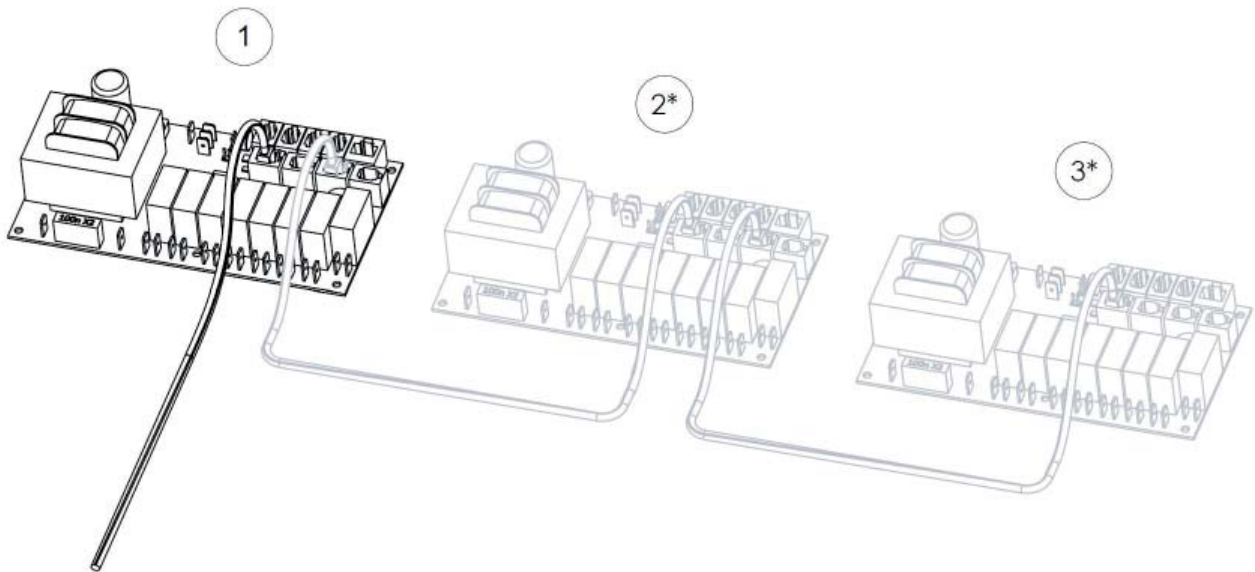

Fig. 16
För anslutning mellan generatorerna används en lågströmskabel (4-ledare) med en RJ10 kontakt, (Fig. 16.)
Om en ånggenerator behöver service kan de andra upprätthålla drift. En generator som är inställd som secondary kopplas bort genom att ta ur sladden mellan kretskorten. (Fig. 16)
2. Lossa kabeln som leder mellan styrkorten (Fig. 16)